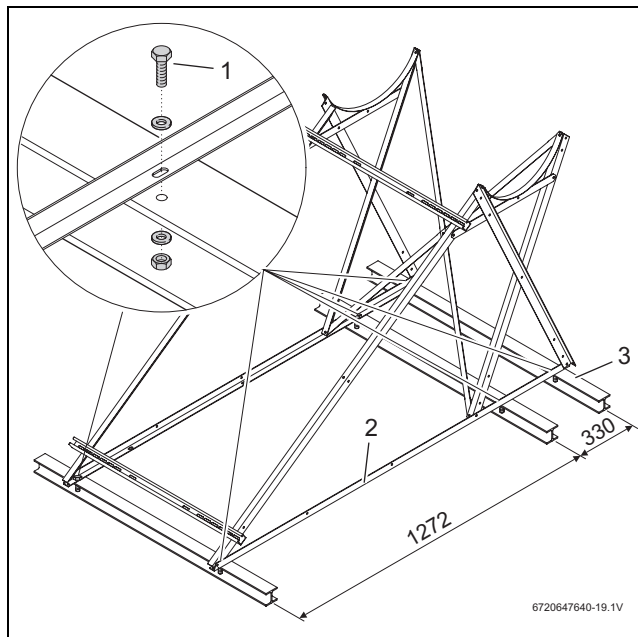

Fig. 27 Connexion au toit pour le système toit terrasse sur des supports I (ici pour système 150/200 I)
- Ancrer les rails profilés sur des barres en acier (→ fig. 27).